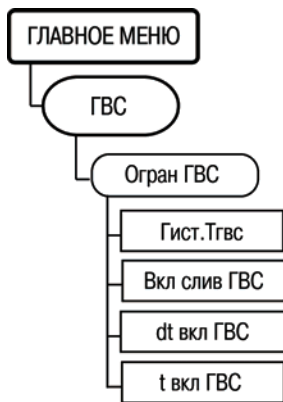

Рисунок 6.19
6.12.10 Для задания параметров управления клапаном слива ГВС служит пункт меню **//ГВС /Огран Тгвс** (рисунок 6.19).